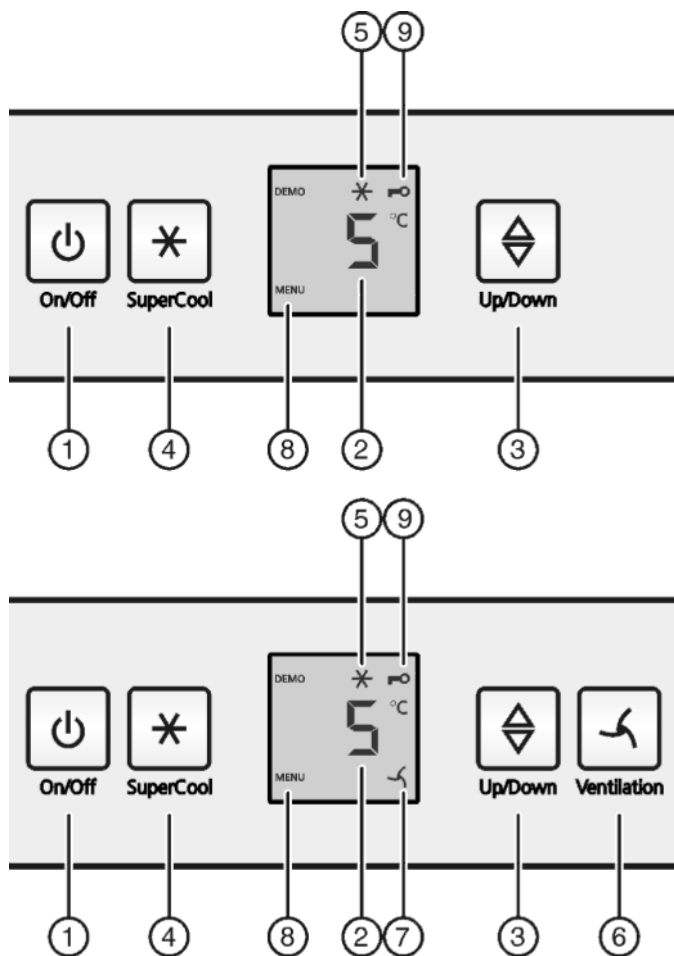

Fig. 2
- ▶ Nacisnąć przycisk On/Off Fig. 2 (1).
- ▶ Nacisnąć i przytrzymać przycisk SuperCool Fig. 2 (4) przez ok. 5 sekund.
- ▷ Na wskaźniku pojawia się symbol menu Fig. 2 (8).
- ▶ Krótko potwierdzić przyciskiem SuperCool Fig. 2 (4).
- ▷ Na wskaźniku świeci symbol zabezpieczenia przed dziećmi Fig. 2 (9).
- ▶ Krótko wcisnąć przycisk On/Off Fig. 2 (1).
- ▶ Wywołanie funkcji temperatury: Nacisnąć przycisk ustawiania *Fig. 2 (3)*.
- ▶ Zmiana temperatury krokami po 1 °C: Tyle razy nacisnąć przycisk ustawiania *Fig. 2 (3)*, aż na wskaźniku temperatury pojawi się żądana temperatura.
- ▶ krótko nacisnąć przycisk SuperCool *Fig. 2 (4)*.
- ▷ Na wskaźniku świeci symbol SuperCool *Fig. 2 (5)*.
- ▷ Na wskaźniku gaśnie symbol SuperCool *Fig. 2 (5)*.
- ▶ Krótko nacisnąć przycisk wentylatora *Fig. 2 (6)*.
- ▷ Świeci symbol wentylatora *Fig. 2 (7)*.
- ▷ Symbol wentylatora *Fig. 2 (7)* znika.